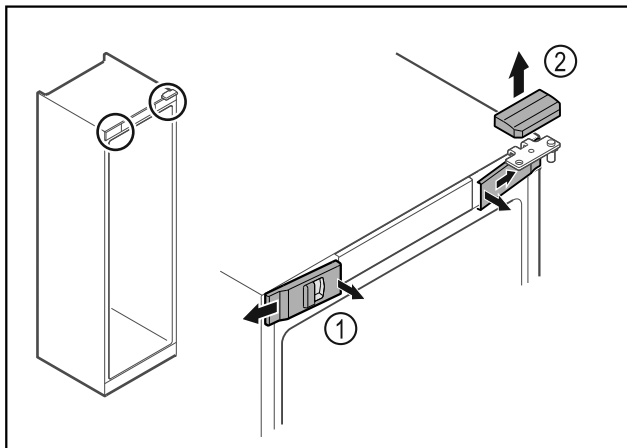

Fig. 4
- Ξεκουμπώστε εσωτερικά τα μπροστινά καλύμματα Fig. 4 (1) και αφαιρέστε τα προς το πλάι.
- Αφαιρέστε προς τα επάνω το επάνω κάλυμμα Fig. 4 (2).